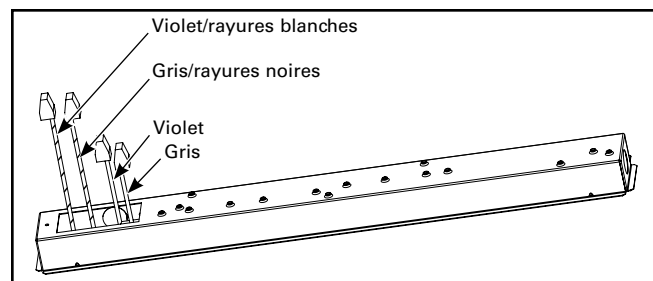

Figure 2.
- 2a. Pour un luminaire sans capteur intégré, repérez quatre fils de commande dotés d'écrous capuchons (violet, gris, rayures violet/blanc et rayures gris/noir). (Figure 2.)
3. Utiliser les écrous capuchons fournis pour raccorder les fils d'entrée violets et gris de 0 à 10 V de la gradation aux fils violets et gris correspondants du luminaire. (Figure 2.)
4. Utiliser les écrous capuchons fournis pour connecter les fils d'entrée de 0 à 10 V de la TC aux fils violets/ rayures blanches et gris/ rayures noires du luminaire. (Figures 2 et 3.)